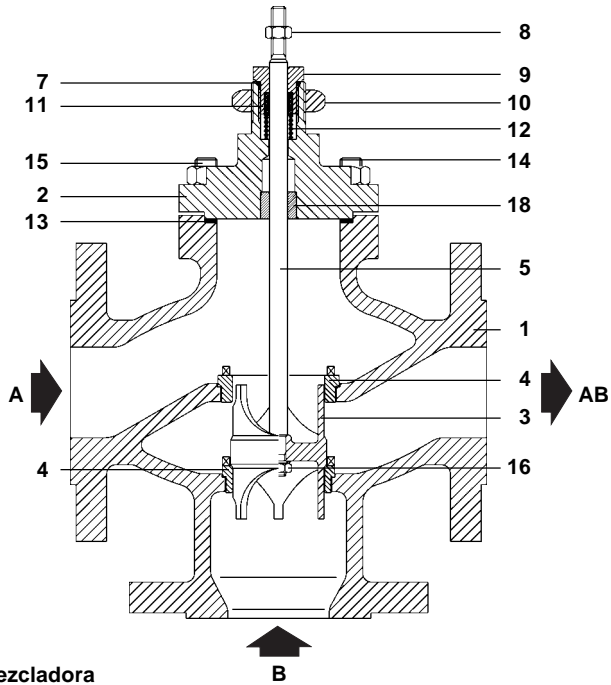

Fig. 1 Válvula mezcladora
4.2.1 Procedimiento para renovar los sellos de PTFE (Ver Figs. 1, 2 y 4)